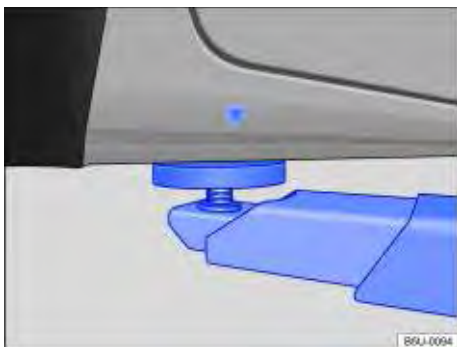
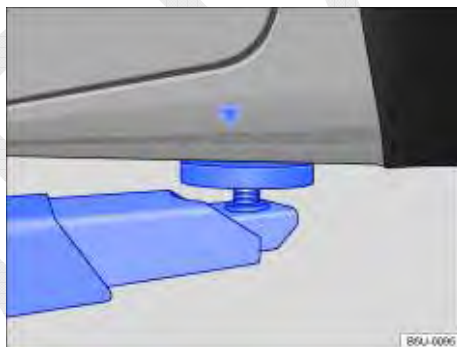

Fig. 143 Pontos de apoio dianteiros para a suspensão com plataforma elevatória ou com macaco.
Fig. 144 Pontos de apoio traseiros para a suspensão com plataforma elevatória ou com macaco.
O veículo deve ser suspenso somente pelos pontos indicados nas figuras ⇒ Fig. 143 e ⇒ Fig. 144. Se o veículo não for suspenso pelos pontos indicados, podem ocorrer danos no veículo ⇒ ⓘ e ferimentos graves ⇒ ⚠️.
- Suspender o veículo somente pelos pontos indicados nas figuras ⇒ Fig. 143 e ⇒ Fig. 144. Se o veículo não for suspenso pelos pontos indicados, o veículo pode cair da plataforma elevatória quando, por exemplo, o motor ou a suspensão for desmontado.